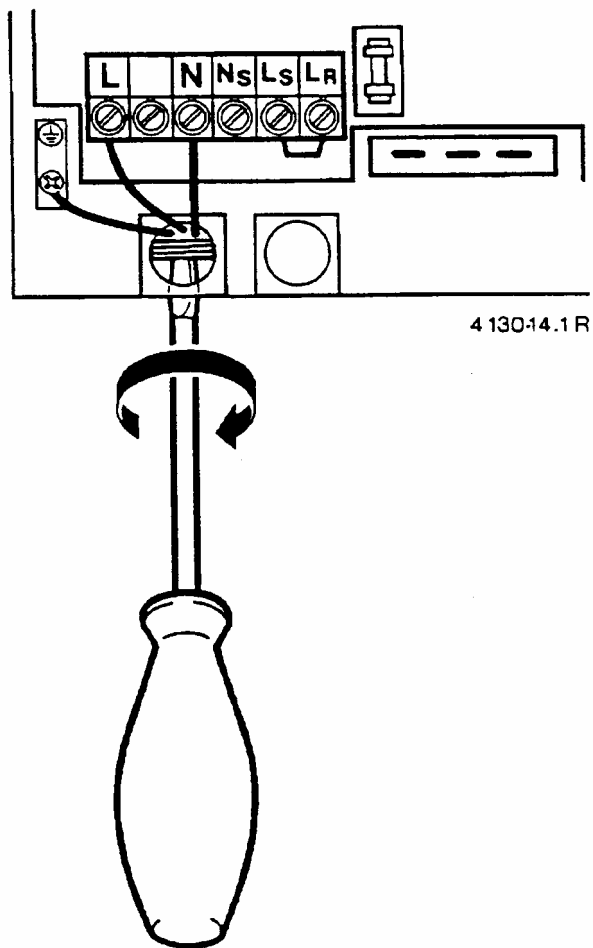

Рис. 14
- Протянуть кабель через крепление кабеля и подсоединить согласно рис. 14.